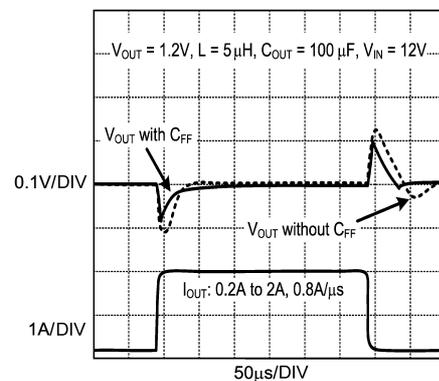

FIGURE 3.  $C_{FF}$  Improves Load Step Response
0.2A から 2A の範囲で負荷がステップ状に変動した時の応答を、 $C_{FF}$  がある場合とない場合のそれぞれを Figure 3 に示します。 $C_{FF}$  がもたらすループの広帯域化によって、出力の変動はおおよそ 80mV に抑えられていることがわかります。